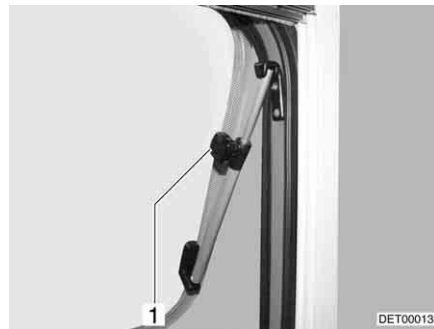

Bild 76 Överkantshängt fönster med vridspärr
- Öppna det överkantshängda fönstret till önskat läge och lås det med den lettrade hylsan (Bild 76,1).
- Vrid den lettrade hylsan (Bild 76,1) tills låsningen släpper.